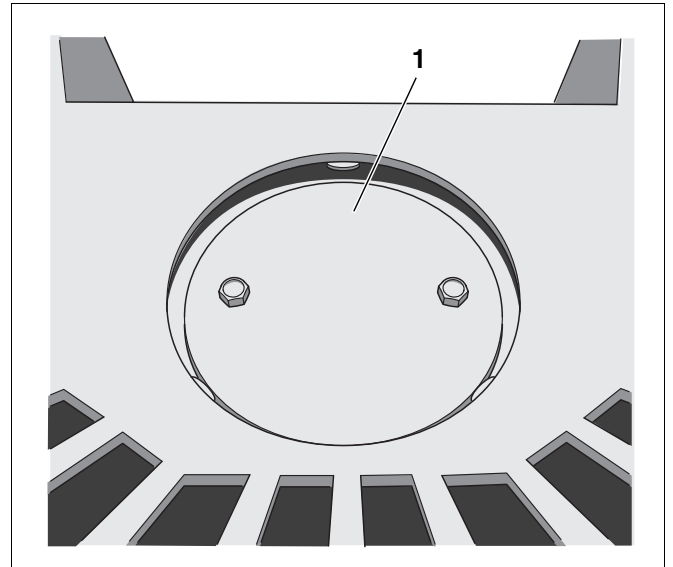

Abb. 21 Abgasanschluss Oberseite – innere Abdeckplatte
- Innere Abdeckplatte (Abb. 21, **Pos. 1**) am Abgasanschluss Oberseite montieren.